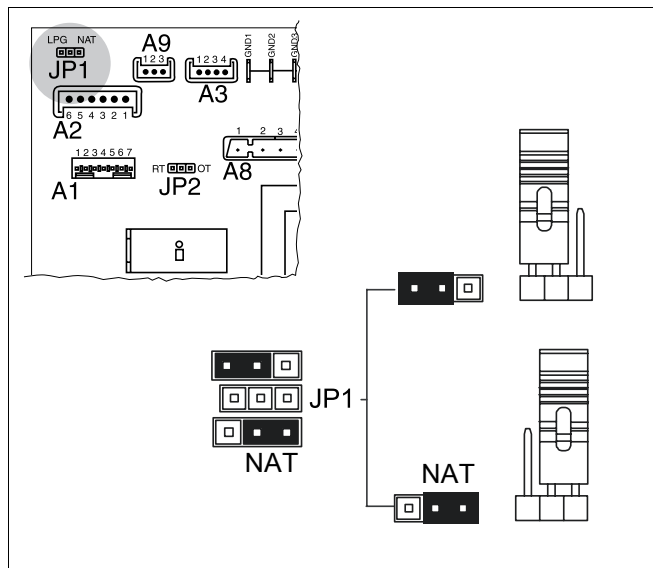

Рис. 50 Перенастройка сжиженный газ/природный газ
- Перемычку JP1 (рис. 50) на плате регулирования переставить в положение "NAT".